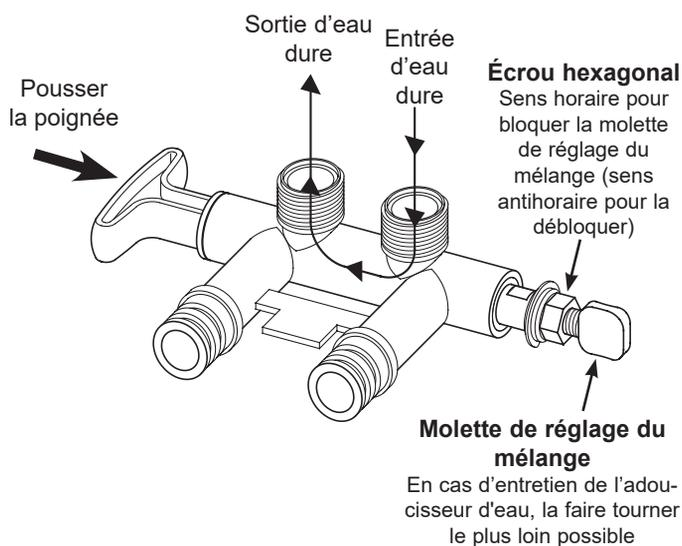

FIG. 48
Le by-pass avec vis de cépage intégrée fonctionne comme une vanne de dérivation du type pousser-tirer, mais il est également capable d'effectuer un réglage fin de la dureté de l'eau adoucie. Si vous souhaitez que l'eau adoucie soit légèrement plus dure qu'elle ne l'est normalement à la sortie de l'appareil, ce by-pass avec vis de cépage intégrée peut dériver un peu d'eau dure avant qu'elle n'entre dans l'appareil et la mélanger à l'eau adoucie qui en sort. La quantité d'eau dérivée est régulée par une molette de réglage du mélange située à l'extrémité de la tige du by-pass (voir la figure 48).
1. Lorsque le by-pass est en position de service (fonctionnement normal de l'adoucisseur d'eau), la poignée tirée à fond (voir la figure 48), **augmentez la dureté** de l'eau traitée en faisant tourner la molette de réglage du mélange **en sens antihoraire** - maximum 6 tours à partir de la position complètement fermée. Tout en réglant la molette, tenez bien la poignée du by-pass pour éviter que la tige ne tourne.